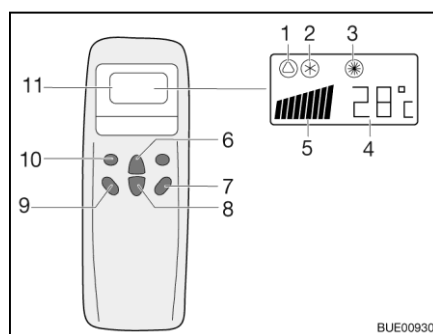
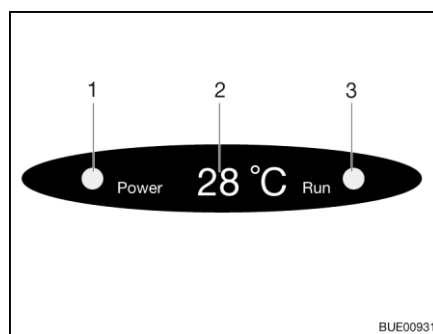

Fig. 249 Telecomando
Fig. 250 Display su diffusore
- Premere il tasto "ON/OFF" (Fig. 249,7).
- Premere il tasto "Mode" (Fig. 249,10) spesso, finché la modalità desiderata (Fig. 249,1, 2 o 3) viene visualizzata sul display. La spia di controllo relativa sul display sul diffusore (Fig. 250,3) si accende.
- Con i tasti di aumento della temperatura (Fig. 249,6) o di riduzione della temperatura (Fig. 249,8) regolare la temperatura desiderata.
- Con il tasto numero di giri ventola (Fig. 249,9) selezionare il livello desiderato per la ventola.